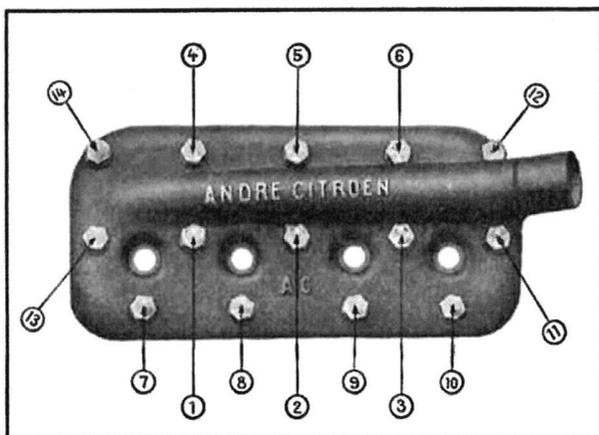

Fig 36. — Ordre de serrage des écrous d'une culasse.
- 10—Poser un joint de culasse neuf après l'avoir enduit légèrement sur les deux faces d'un liquide à base de gomme-laque, remonter, puis fixer la culasse en serrant progressivement les écrous des goujons d'assemblage dans l'ordre indiqué (fig. 36) et en évitant de bloquer les écrous en une seule fois.